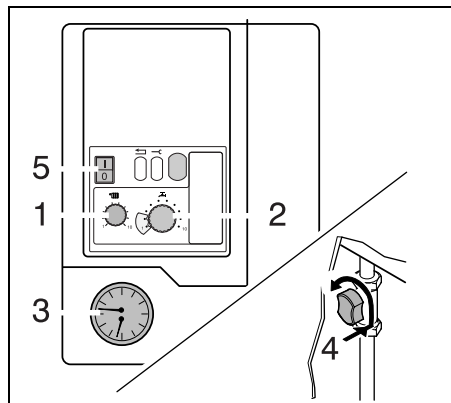

Abb. 1 Bedienfeld, Druckanzeige, Gasabsperrhahn
- Wasserdruck überprüfen (Abb. 1, Pos. 3).
- Vorlauftemperatur am Regler (Abb. 1, Pos. 1) mit Hilfe der Tab. 1 einstellen.
- Warmwassertemperatur am Regler (Abb. 1, Pos. 2) mit Hilfe der Tab. 2 einstellen.
- Gasabsperrhahn öffnen: eindrücken und nach links in senkrechte Position drehen (Abb. 1, Pos. 4).
- Netzschalter (Abb. 1, Pos. 5) auf Stellung „I“ stellen. Gerät beginnt mit dem Startprogramm, und nach ca. 30 s zündet der Brenner.